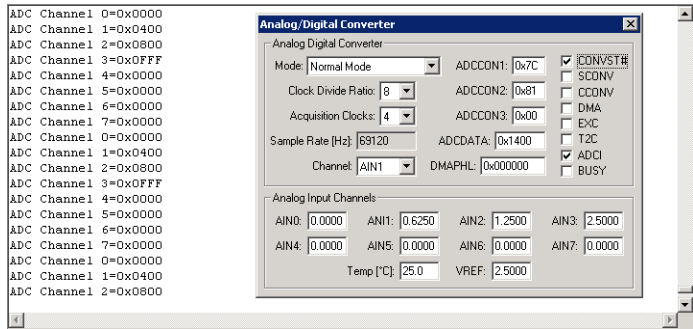

图 21-29 改变模拟电压
(3) 选择“Debug”→“Start/Stop Debug Session”命令，进入程序仿真调试环境。
(4) 选择“Peripherals”→“A/D Converter”命令，打开 A/D 转换器仿真界面。
(5) 选择“View”→“Serial Window”→“UART #0”命令，打开“UART #0”仿真窗口。
(6) 选择“Debug”→“Run”命令，程序便开始仿真执行。此时，程序连续读取 A/D 转换器 8 个通道的数据并通过串口输出。
(7) 在 A/D 转换器的仿真界面上，改变模拟采集通道的电压值。例如，将 AIN0 设置为 0.0000，AIN1 设置为 0.6250，AIN2 设置为 1.2500，AIN3 设置为 2.5000，其余保持不变。此时从串口输出中便可以看到 A/D 转换器采集后的输出结果，如图 21-29 所示。